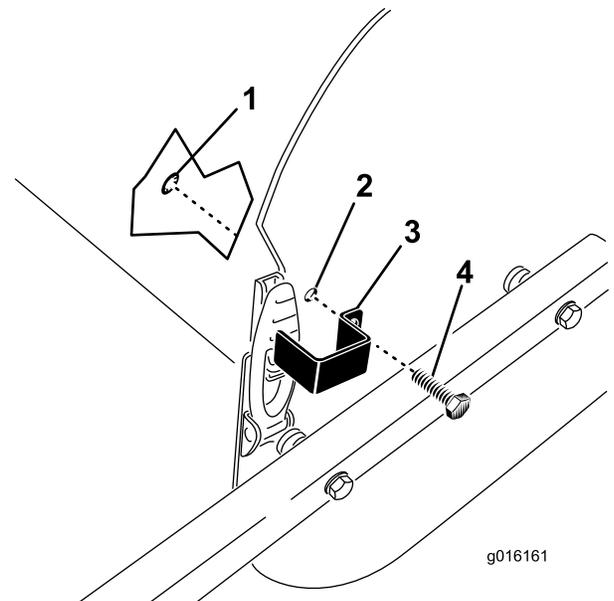

図 30
1. ラッチ・プレートの取り付け穴をサイド・プレートの穴に合わせて、フード・ラッチへの取り付け位置を決める (図 30)。
2. ラッチ・プレートをサイド・プレートに固定する；タップ・ボルトとリテーナ・リングを使用する (図 30)。